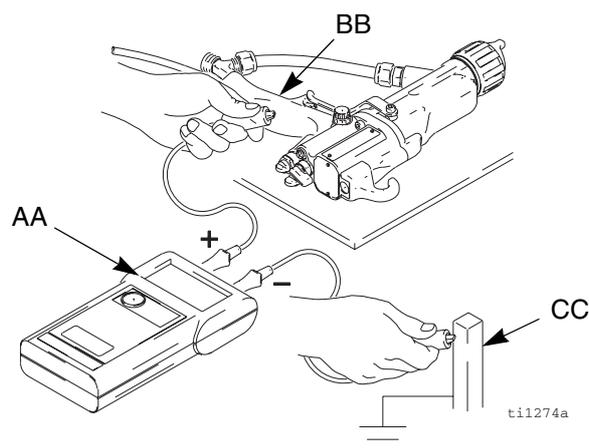

Fig. 3. Contrôler la mise à la terre du pistolet
Le mégohmmètre réf. 241079 (AA-Voir Fig. 3) n'est pas homologué pour une utilisation sur un site dangereux. Pour réduire les risques d'étincelles, ne pas utiliser le mégohmmètre pour contrôler la mise à la terre, sauf:
4. S'assurer que le flexible d'air (R) mis à la terre est bien branché et que le fil de terre du flexible est raccordé à une véritable prise de terre.
5. Mesurer la résistance entre la poignée du pistolet (BB) et une véritable terre (CC). Utiliser une tension test comprise entre 500 volts minimum et 1000 volts maximum. La résistance ne doit pas dépasser 1 mégohm. Voir Fig. 3.